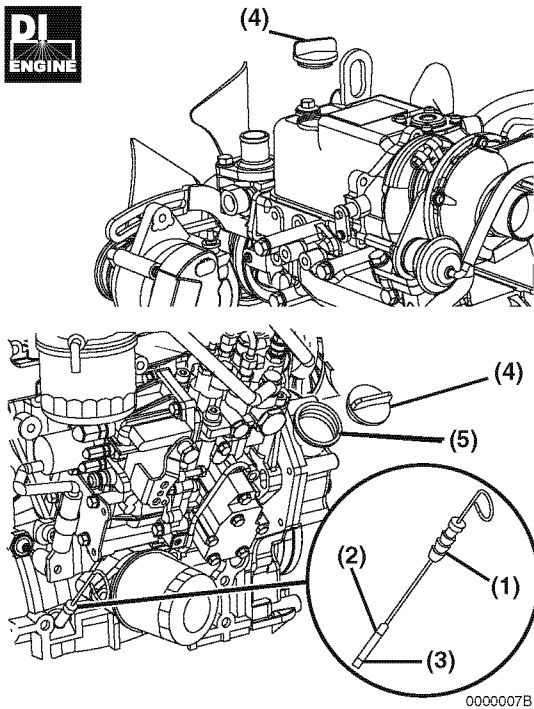

Figura 4
2. Extraiga la varilla indicadora de nivel (Figura 4, (1)) y límpiela con un trapo limpio.
4. Extraiga la varilla indicadora de nivel. El nivel de aceite se debe encontrar entre la línea superior (Figura 4, (2)) e inferior (Figura 4, (3)) de la varilla indicadora de nivel.
2. Extraiga la tapa de aceite (Figura 4, (4)).
3. Agregue la cantidad indicada de aceite de motor en la parte superior o lateral del puerto de llenado de aceite del motor (Figura 4, (5)).
6. Vuelva a colocar la tapa de aceite (Figura 4, (4)) y apriete con la mano. El apriete excesivo puede dañar la tapa.